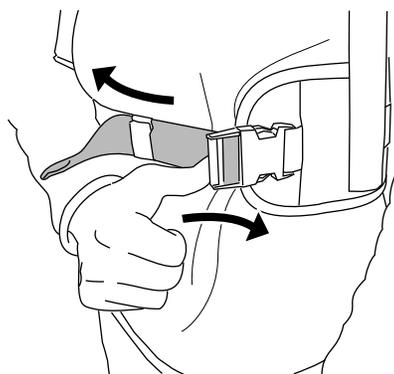

Figure 9
6. Si la ceinture ventrale est trop serrée, soulevez le dispositif de réglage sur le côté pour allonger les sangles (Figure 9).